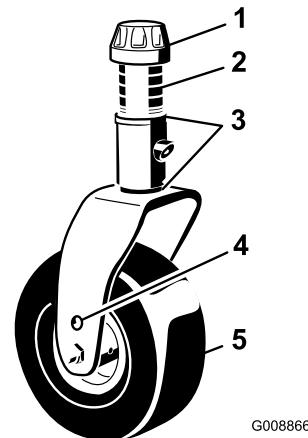

Figure 82
1. Enlevez le chapeau de tension de l'axe de pivot et sortez l'axe du bras pivotant (Figure 82). Repositionnez les cales pour éléver ou abaisser la roue pivotante, selon les besoins, et obtenir la bonne inclinaison.